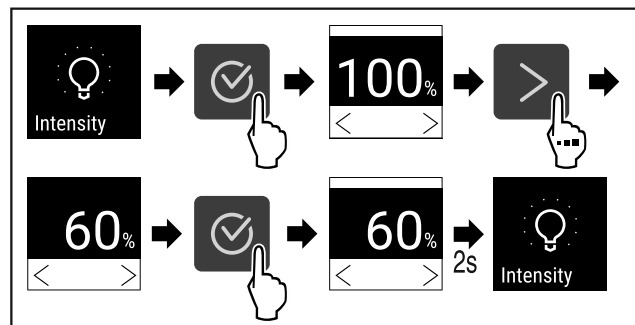

Fig. 72
▶ Kryeni hapat e veprimit (shihni Fig. 72).